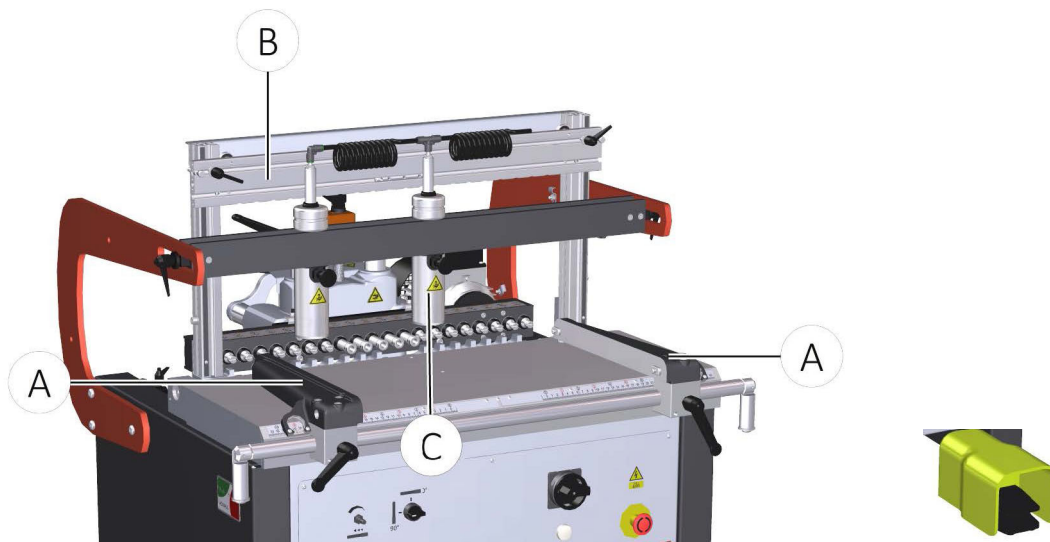

Abb.7-1:
- ➔ Die Spannzylinder (C) im Bearbeitungsbereich des Werkstücks positionieren.
- ➔ Die Anschläge (B) über dem Werkstück positionieren, den Referenzanschlag auf das Werkstück absenken und den Anschlag selbst mit den entsprechenden Griffen festklemmen.
- Das Teil, das mit dem zuvor bearbeiteten Teil verbunden werden soll, gegen den Seitenanschlag unter den Klemmen (Pos. C, Abb.7-1) und gegen den hinteren Anschlag positionieren.